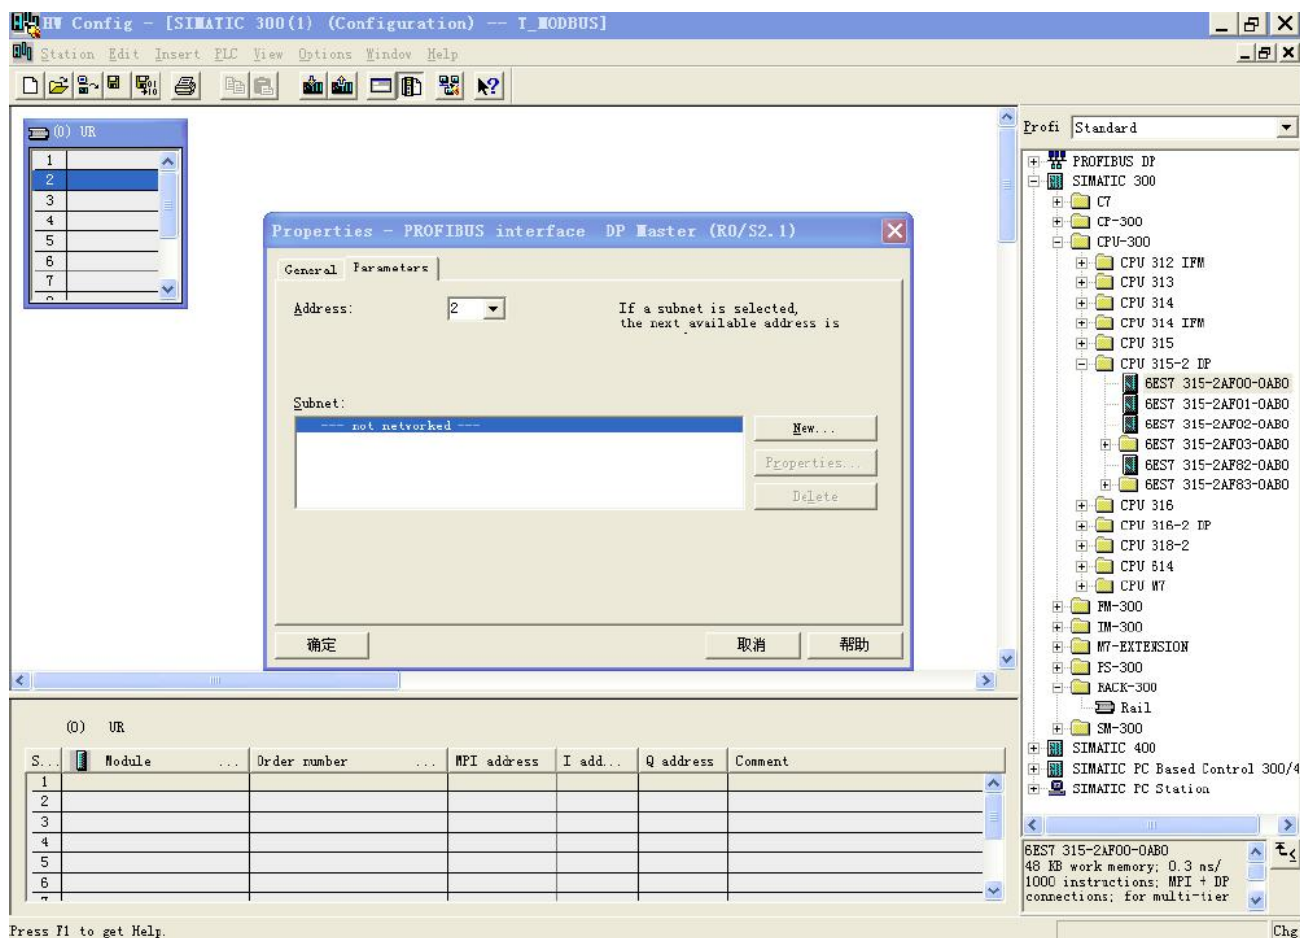

图 7
7. 设定 PLC rack, 双击 “Hardware Catalog\SIMATIC 300\RACK-300\Rai”, 如图 7 所示: